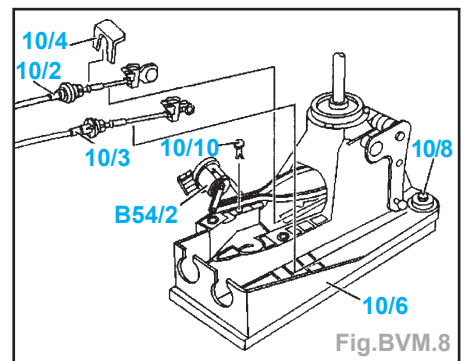

Fig.BVM.8
- Extraire la goupille de sûreté (10/10) et mettre le capteur (B54/2) sur le coté (montage avec embrayage automatique) (Fig.BVM.8).